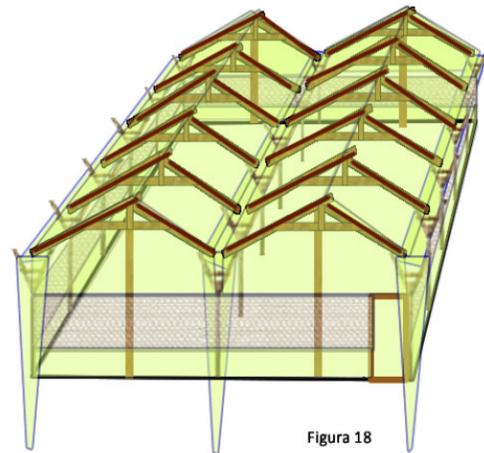

Figura 18
1.6.17 Colocación de reglas sobre el techo del invernadero: Ayudara a la fijación del nylon y contra vientos fuertes. Utilizar las reglas de 1x3x12 pies y 1x3x14 pies. Estas reglas son clavadas sobre los caballetes, encima del nylon. Las reglas en la figura 18, están representadas con un color café oscuro.